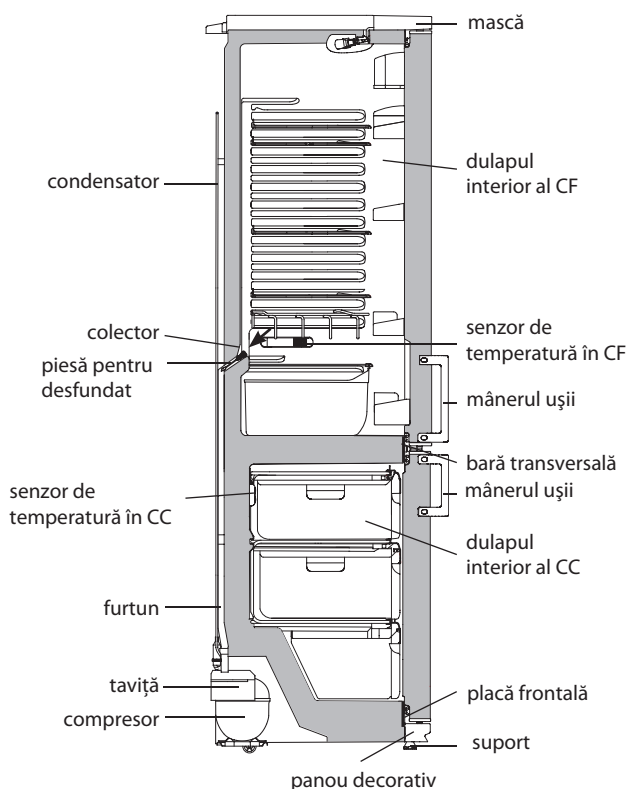
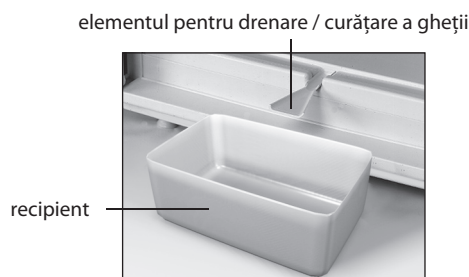

Figura 7 — Schema scurgerii apei rezultate în urma topirii din CF
Figura 8 – Colectarea apei rezultate în urma topirii din CF
5.2.1 În CF se folosește un sistem automat de dezghețare. Bruma care apare pe perețele din spate al CF, se topește în timpul ciclului de dezghețare la deconectarea compresorului și se transformă în picături de apă. Picăturile de apă rezultată în urma topirii se scurg în colector, apoi prin gaura acestuia și prin furtun - în tavița de pe compresor, în conformitate cu figura 7 și se evaporă.
Pentru eliminarea înfundării folosiți piesa corespunzătoare și curățați gaura colectorului, astfel ca apa să se scurgă liber în taviță, apoi spălați piesa și instalați-o în conformitate cu figura 7.
SE INTERZICE să utilizați frigiderul cu sistemul de scurgere înfundat. Apa care a apărut pe fundul CF sau care a ajuns în locul de alăturare a barei transversale și a dulapului interior al CF, în conformitate cu figura 7, poate provoca coroziunea dulapului exterior al frigiderului și elementelor agregatului frigorific, defectarea izolației termice, formarea crăpăturilor dulapului interior și defecțiunea frigiderului.
ATENȚIE! Nu puneți produsele în CF prea aproape de senzorul de temperatură, care este situat pe peretele drept al CF, în conformitate cu Figura 7.
ATENȚIE! Nu puneți produsele în CC prea aproape de senzorul de temperatură, care este situat pe peretele din spate al CC, în conformitate cu Figura 7.
— instalați în conformitate cu figura 8 elementul de masă plastică pentru drenare și orice vas recipient cu volumul de nu mai puțin de 2 litri pentru a colecta apa rezultată în urma topirii;
SE INTERZICE să decongeleți congelatorul fără utilizarea elementului pentru drenare instalat în conformitate cu figura 8. Apa rezultată în urma topirii care se scurge din cameră afară de elementul pentru drenare, pătrunzând în locul de alăturare a plăcii frontale la dulap interior în conformitate cu figura 7, poate provoca coroziunea dulapului exterior al congelatorului și a elementelor agregatului frigorific, defectarea izolației termice, formarea crăpăturilor dulapului interior și defectarea dulapului frigiderului.